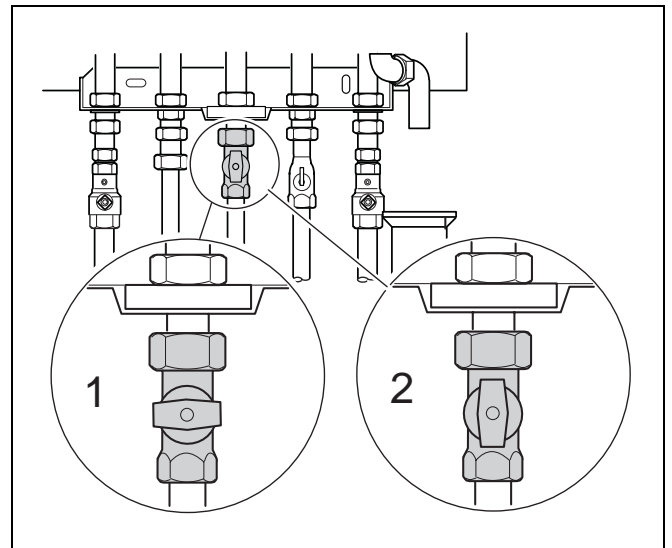

Рис. 27 Газовый кран
- Закрыть газовый кран (рис. 27, **поз. 1**).
- Открыть газовый кран (рис. 27, **поз. 2**).
- Закрыть газовый кран под прибором (рис. 27, **поз. 1**).